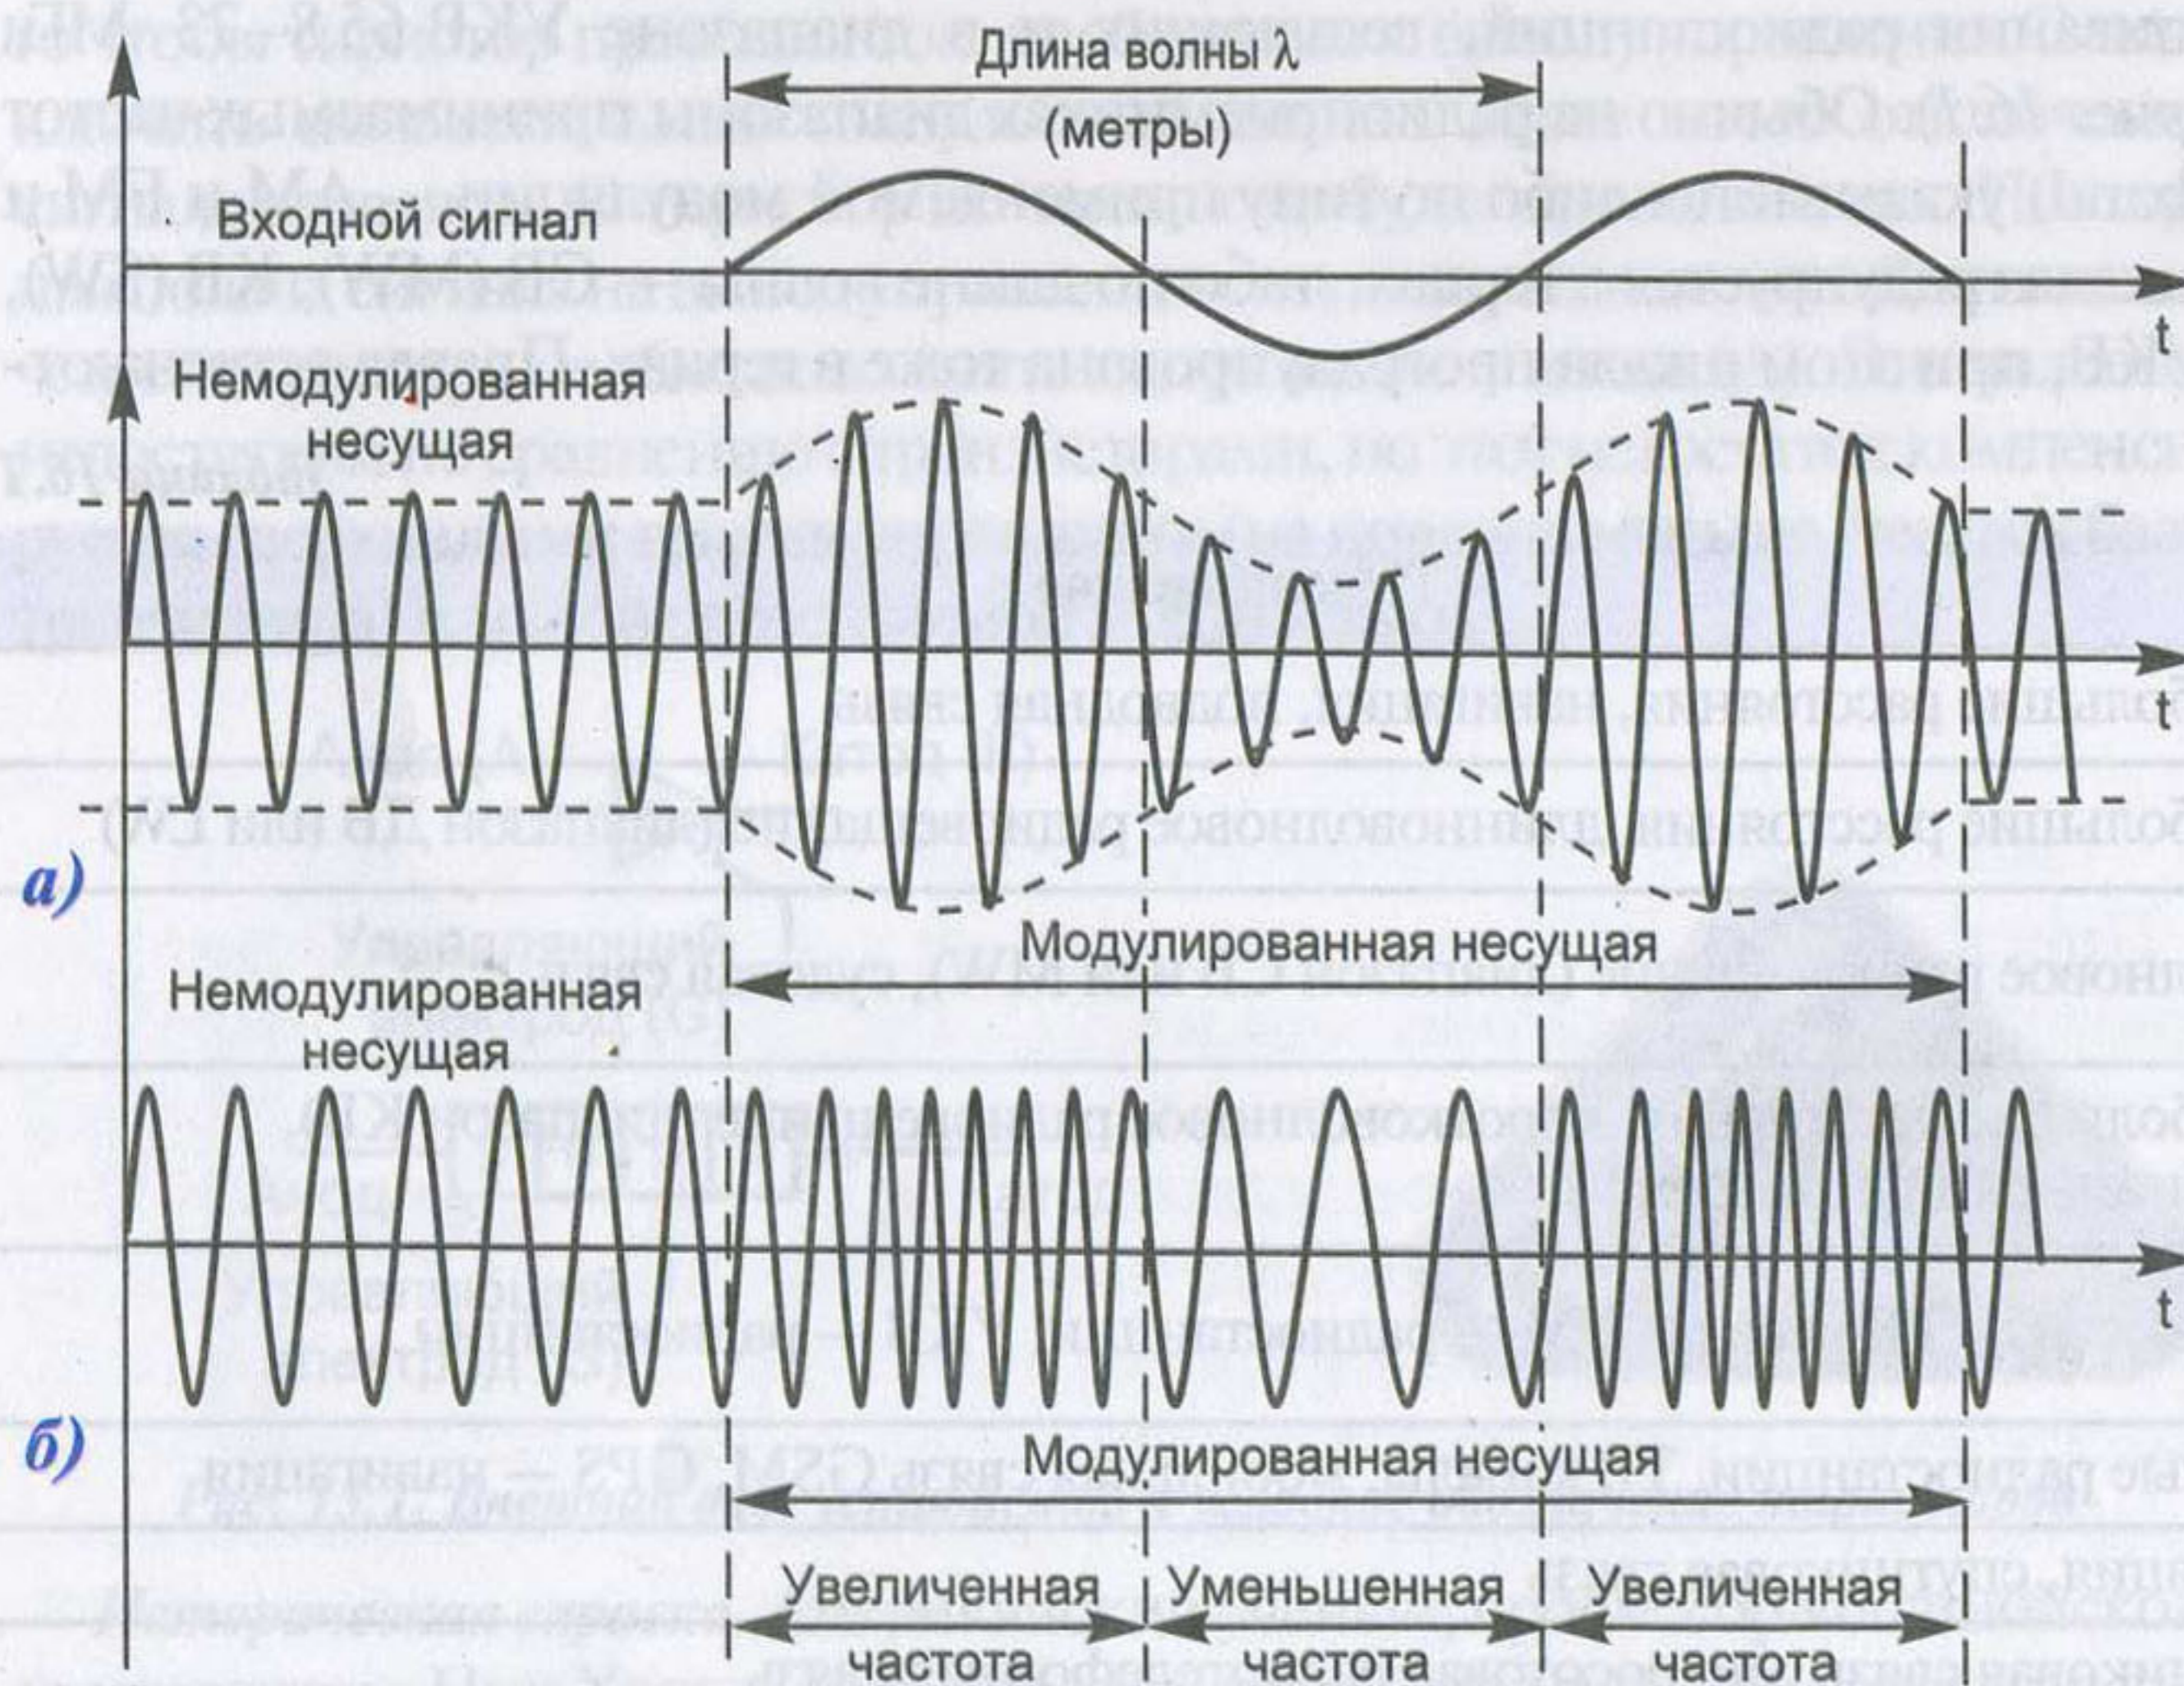

Рис. 16.2. Принцип амплитудной модуляции (а) и частотной модуляции (б) сигнала
В 1900 году канадский инженер Реджинальд А. Фессенден разработал принцип «наложения волн звуковой частоты на постоянную радиочастоту, чтобы модулировать амплитуду радиоволны в форму звуковой волны» (рис. 16.2а). Принцип был назван *амплитудной модуляцией* (АМ). В этом же году он провел эксперимент по передаче голоса по радио. В 1906 году осуществил первую официальную радиопередачу голоса. Такой принцип модуляции применяется при радиовещании на средних (СВ или MW) и длинных (ДВ или LW) волнах, обеспечивает хорошую дальность передачи, но не очень хорошее качество.
При *частотной модуляции* (FM) сигнала изменяют частоту несущей, а не ее амплитуду (рис. 16.2б). При положительной полуволне входного сигнала частота несущей увеличивается, при отрицательной — уменьшается. Такой принцип модуляции применяется при радиовещании на ультракоротких волнах (УКВ или FM радиостанции) и обеспечивает хорошее качество передачи, но на не очень большие расстояния..